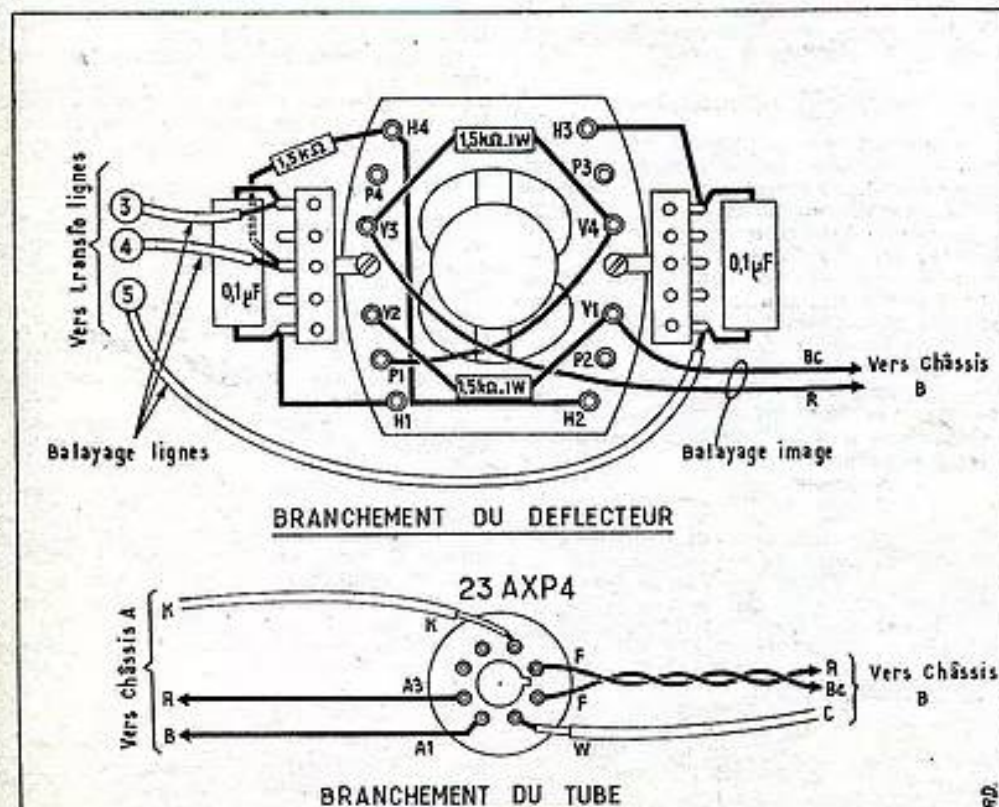

FIG.6
Le montage s'exécute sur deux châssis. Les figures 2, 3, 4 et 5 montrent la disposition des pièces sur ce châssis et tout le câblage s'y rapportant. La figure 6 montre comment ces châssis une fois câblés sont assemblés entre eux et raccordés au bloc de déviation et au culot du tube image.
a) Par comparaison avec un générateur étaloné accordé sur 10,7 MHz. Cette opération s'effectue comme l'indique la figure 6.
On réalise le montage de la figure 6 en supprimant le générateur étaloné et